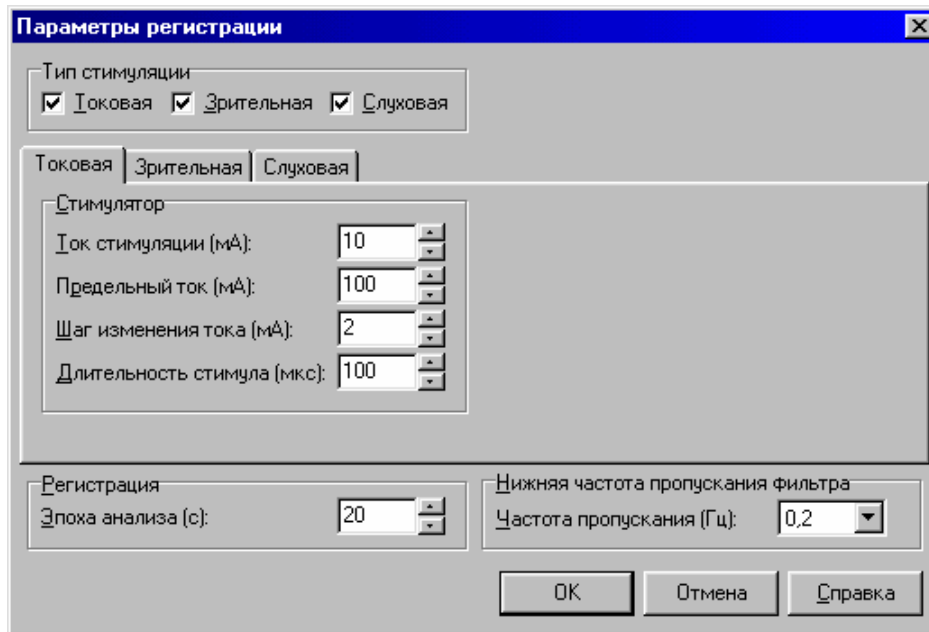

Рис. 3.83
2. В начале пробы и по команде **Настройка|Параметры регистрации** выдается диалоговое окно с параметрами регистрации (Рис. 3.83).